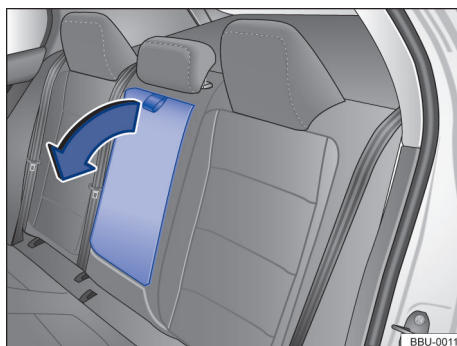

Fig. 87 Descansa-braço central traseiro rebatível.
- Para *baixar* o descanso-braço, puxe a alça no sentido da seta → Fig. 87.
- Para *levantar* o descanso-braço, pressione-o para cima no sentido contrário ao da seta → Fig. 87 e o encaixe no encosto do banco por completo.